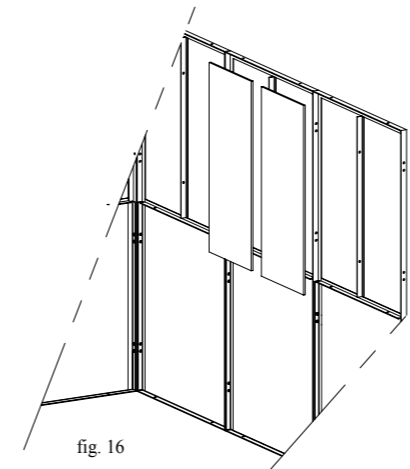
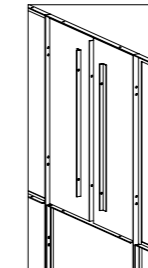
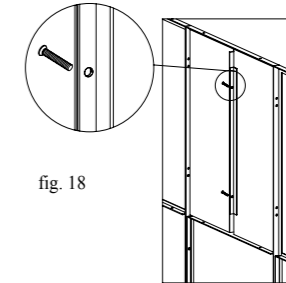

fig. 16
fig. 17
fig. 18
- I** Dopo aver fissato la struttura a terra, si proceda al montaggio delle schermature in polycarbonato utili al bloccaggio totale della struttura. Questi schermi sono confezionati a coppie in modo tale che, in ogni scatola, sia presente la quantità utile a completare un pannello della serra (i codici dei colli sono riportati nella tabella ELENCO COMPONENTI). Le facce sono entrambe lisce e protette U.V. quindi possono essere inseriti senza problemi di orientamento. Prendere due schermi di polycarbonato (fig. 16) e inserirli negli appositi spazi sul pannello laterale posizionato al centro (cod. PSLAT o PSLATCF), facendoli seguire da due profili a "L" (fig. 17). Far coincidere i fori dei due profili a "L" con i fori del profilo "T" della parte superiore del pannello e inserire le apposite viti nei fori passanti (fig. 18). Bloccare il tutto con i dadi filettati corrispondenti (fig. 19).
- GB** After fixing the structure to the ground, proceed with assembling the polycarbonate screens, which are useful for totally clamping the structure. These screens are packed in pairs in such a way that each box contains the quantity used to complete one greenhouse panel (the codes on the packages are given in the LIST OF COMPONENTS table). Both faces are smooth and UV protected and can therefore be inserted without orientation problems. Take two polycarbonate screens (fig. 16) and insert them in the spaces provided on the side panel positioned in the centre (codes PSLAT or PSLATCF), following them with two "L" profiles (fig. 17). Match the holes of the two "L" profiles with the holes of the "T" profile of the upper part of the panel and insert the screws provided in the through holes (fig. 18). Fix everything with the corresponding threaded nuts (fig. 19).
- F** Après avoir fixé la structure au sol, monter les écrans en polycarbonate pour bloquer la structure. Ces écrans sont réalisés par deux de façon que pour chaque boîte on trouve la quantité suffisante pour réaliser un panneau de la serre (les codes des colis se trouvent dans la table LISTE COMPOSANTS). Les surfaces sont lisses et protégées contre les U.V., et peuvent être insérées sans problèmes d'orientation. Prendre deux écrans en polycarbonate (fig. 16) et les installer dans les espaces prévus sur le panneau latéral placé au centre (cod. PSLAT ou PSLATCF), en les faisant suivre par deux profils en "L" (fig. 17). Faire coïncider les trous des deux profils en "L" avec les trous du profil en "T" de la partie supérieure du panneau et insérer les vis dans les trous passants (fig. 18). Bloquer le tout avec les écrous filetés correspondants (fig. 19).
- E** Una vez que la estructura se ha fijado en el suelo hay que montar las pantallas de polycarbonato. Cada paquete contiene dos pantallas, es decir, el número necesario para completar un panel. Los códigos de los paquetes se indican en la LISTA DE COMPONENTES. Las pantallas pueden colocarse de cualquier lado ya que ambas caras son lisas y tienen protección UV. Tomar dos pantallas de polycarbonato (fig. 16) e introducirlas en los respectivos espacios del panel. lateral del centro (cód. PSLAT o PSLATCF). Introducir dos perfiles en "L" (fig. 17). Hacer coincidir los orificios de los perfiles en "L" con los orificios del perfil en "T" de la parte superior del panel e introducir los tornillos (fig. 18). Bloquear con las tuercas roscadas (fig. 19).
- D** Nachdem die Struktur am Boden befestigt wurde, geht man zur Montage der Polycarbonatscheiben über, mit denen die Struktur definitiv blockiert wird. Diese Scheiben sind paarweise verpackt, und in jeder Schachtel ist die erforderliche Menge enthalten, um eine Platte des Gewächshauses zu vervollständigen (die Artikelnummern der Frachtstücke sind in der Tabelle VERZEICHNIS DER BAUTEILE aufgeführt). Die Scheiben sind beidseitig glatt und UV-geschützt, sie können also eingesetzt werden, ohne auf die Seite zu achten. Zwei Polycarbonatscheiben (Abb. 16) nehmen und an den dafür vorgesehenen Stellen an der mittleren seitlichen Platte (Art. PSLAT oder PSLATCF) einsetzen. Darauf folgen zwei "L"-Profile (Abb. 17). Die Löcher der zwei "L"-Profile mit den Löchern des "T"-Profils der Oberseite der Platte zusammenbringen und die entsprechenden Schrauben in die durchgehenden Löcher stecken (Abb. 18). Das Ganze mit den jeweiligen Gewindemuttern blockieren (Abb. 19).